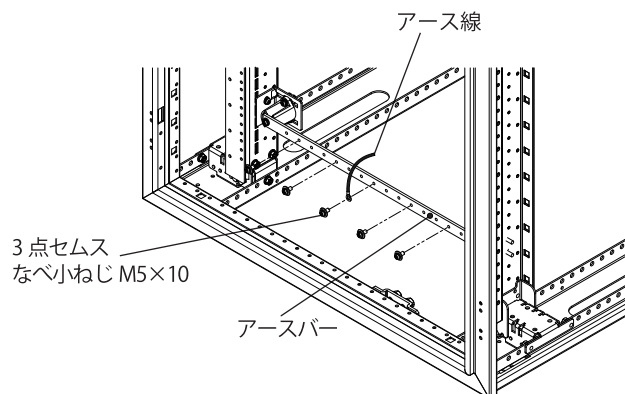

図 9
5. アース線をアースバーに、付属の 3 点セムスなべ小ねじ M5×10 にて固定してください。(図 9)